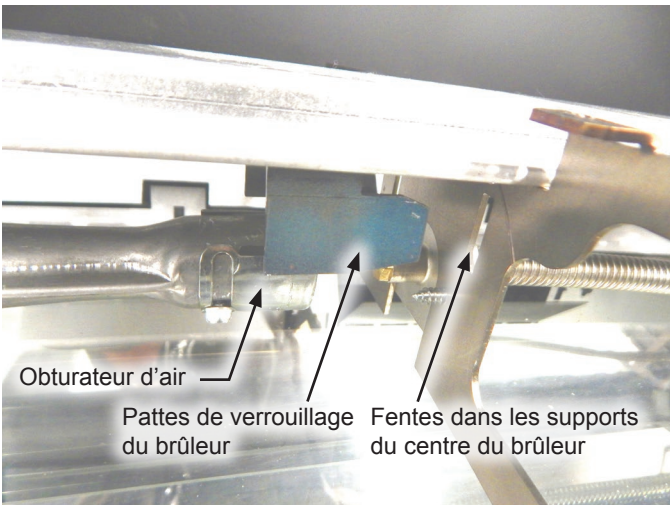

Figure 5
11. L'ensemble du brûleur peut maintenant être déplacé d'environ 1 po (2-3 cm) vers la gauche pour libérer l'obturateur d'air du porte-orifice. Les supports extérieurs du brûleur peuvent devoir être poussés vers la gauche pour aider à déplacer le brûleur vers la gauche. Il y a quatre (4) pattes de verrouillage du brûleur sous le centre de l'ensemble du brûleur. Ces pattes se verrouillent avec les fentes situées dans les deux supports centraux du brûleur. **Voir Figure 5.** Une fois ces pattes verrouillées aux supports centraux du brûleur, l'ensemble du brûleur peut être soulevé 3-4 po (8-10 cm) pour avoir accès à l'orifice et à l'obturateur d'air. Il est recommandé de supporter l'ensemble du brûleur.